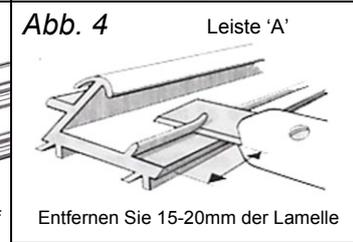

Abb. 4
- Zusammenbauen der Ecken:** Schneiden Sie wie in **Abb. 4** mit Hilfe eines scharfen Messers je ein etwa 15-20 mm langes Stück der Lamelle auf der hellgrauen Leiste an allen 45° gewinkelten Eckenden ganz flach ab.